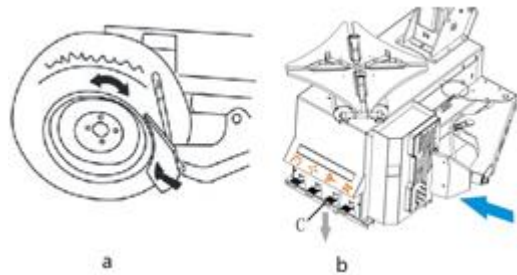

Abb.12
- Schieben Sie die Druckscheibe auf etwa 1 cm von der Kante von dem Reifen, wie in Abb. 12 A.